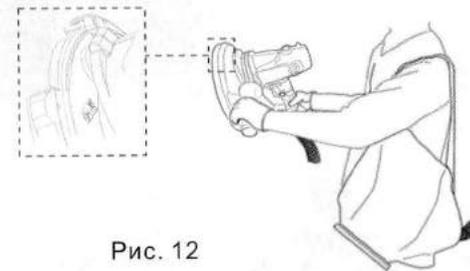

Рис. 12
- > Держите изделие одной рукой за основную ручку (5), а другой рукой - за вспомогательную ручку (9) (Рис. 12).